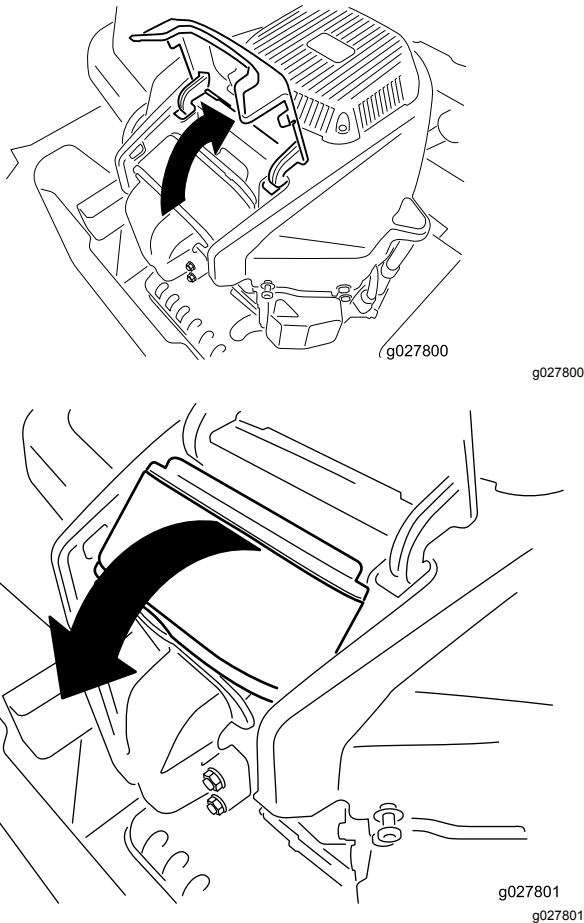

Figure 26
4. Soulevez le couvercle et faites pivoter le filtre à air hors du moteur (Figure 26).